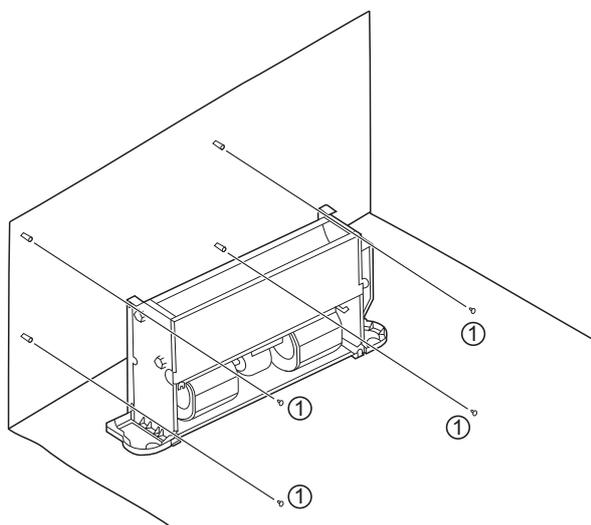

Figura 5-2 Schema di fissaggio del corpo dell'unità
Come mostrato in Figura 5-2, fissare le quattro viti ( ① ) in una struttura in muratura adatta.